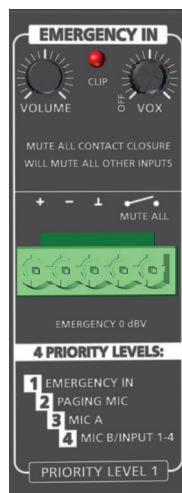

Рисунок 2. Экстренный вход
1. См. рисунок 2. Подключите источник экстренного входного балансного аудиосигнала линейного уровня 0 дБВ к разъему Euroblock.